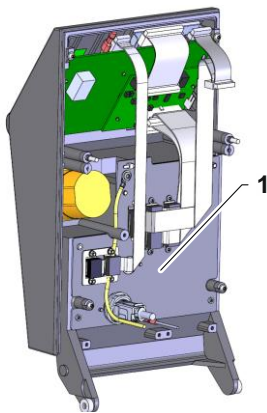

Abb. 1: Schnittstellenblech
5. Um das Schnittstellenblech (Kennzeichnung 1 → Abb. 1) zu ersetzen, ist wie folgt vorzugehen:
- Alle Steckverbindungen, mit Ausnahme vom Ethernet Kabel (ZO) wieder anschliessen.